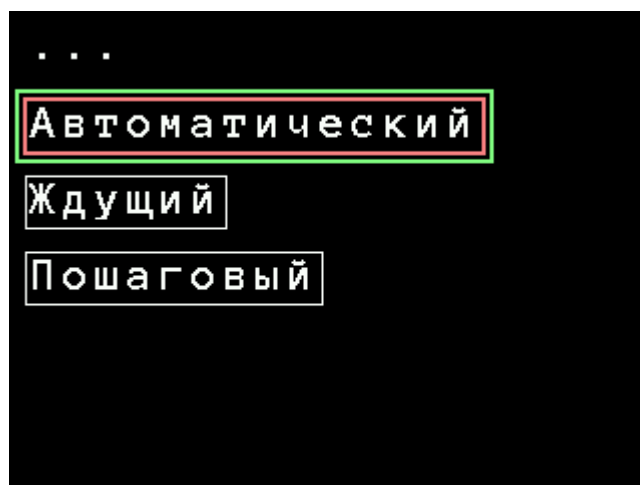

Рисунок 3.29. Подменю выбора способа запуска измерений «Режим запуска ...»
- подменю «Режим запуска ...», которое служит для выбора способа запуска измерений (рисунок 3.29);